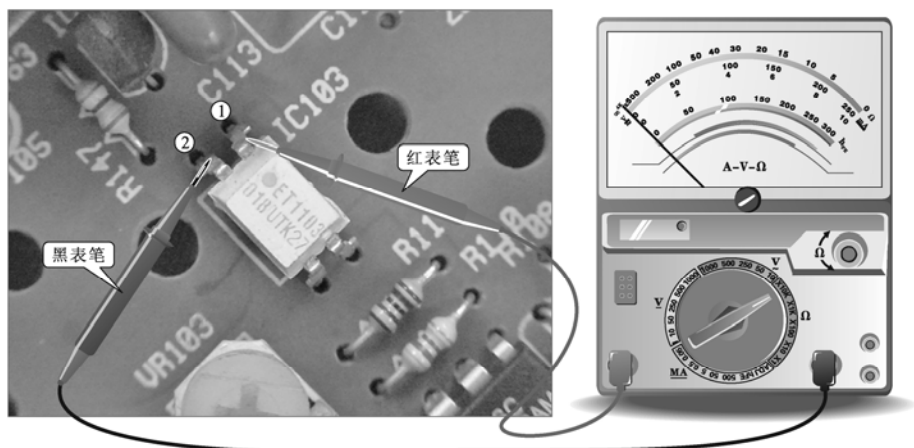

图 3-55 对换表笔再次测量光电耦合器 IC103 上方的引脚
交换万用表的两支表笔，再次测量①、②这两个引脚的反向阻抗值，具体操作如图 3-55 所示。此时，万用表上的表针指示为无穷大。一般在没有参考图纸的情况下，也可根据此检测结果判断该端为发光二极管的两个引线端。